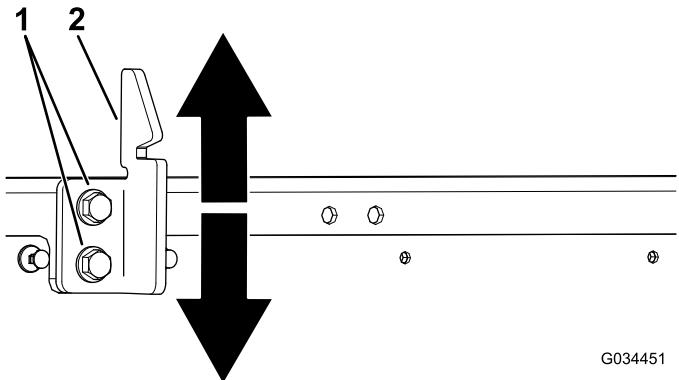

Figura 59
3. Desaperte os dois parafusos na régua do trinco da plataforma e move a régua para cima ou para baixo, dependendo se a régua está muito alta ou muito baixa (Figura 59).
4. Aperte os dois parafusos na régua do trinco da plataforma (Figura 59).